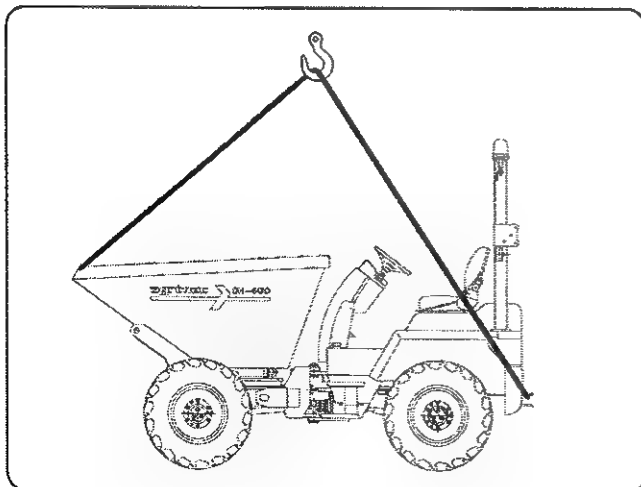

fig. 16
- 6.- Si la carga o descarga se realiza con grúa, enganchar las cadenas o eslingas a los puntos de elevación del Dumper (Fig. 16) asegurando una correcta fijación a los puntos de elevación y garantizando la posición horizontal del Dumper
- 6.- If the charge or discharge is done by a crane, hitch the chains to the elevation points of the dumper (Fig. 16) making sure a correct fixing to the elevation points and warranting the horizontal position of the dumper.
- 6.- Si le chargement ou le déchargement s'effectue au moyen d'une grue, accrocher les chaînes ou les élingues aux points d'élévation du Dumper (Fig. 16) tout en assurant une fixation correcte aux points d'élévation et en garantissant la position horizontale du Dumper.